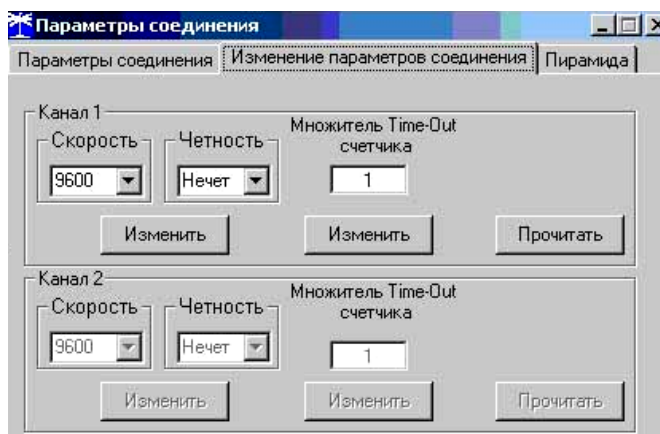

Рисунок 2 – Форма «Параметры соединения», вкладка «Изменение параметров соединения»
- открыть вкладку «Изменение параметров соединения» формы «Параметры соединения» (рисунок 2);
4.2 Скорость обмена по каналу RS-485 может быть изменена через оптический интерфейс, посредством вкладки «Изменение параметров соединения» формы «Параметры соединения» (рисунок 2).